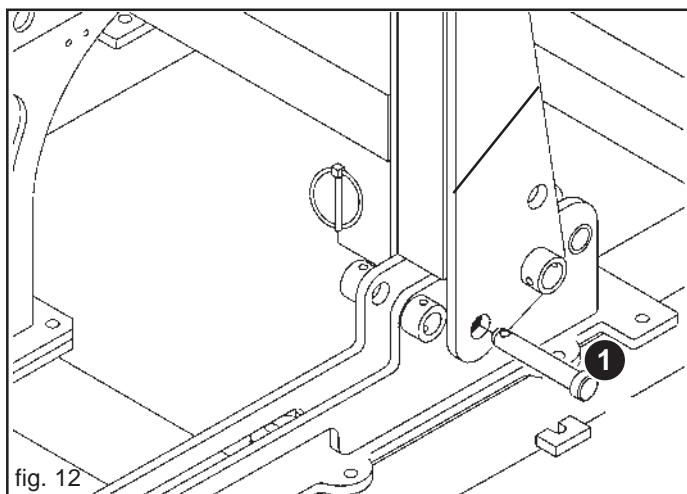

fig. 12
- Retirer les chevilles de sécurité (1, Fig. 12);